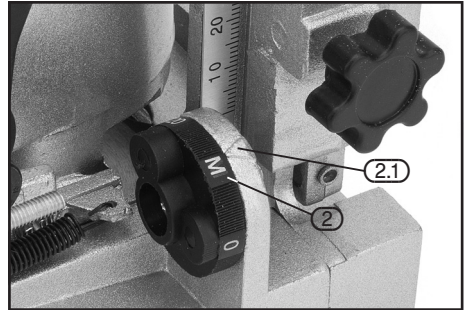

FIG.2
8.2 BLADE DEPTH SELECTION – FIG. 2